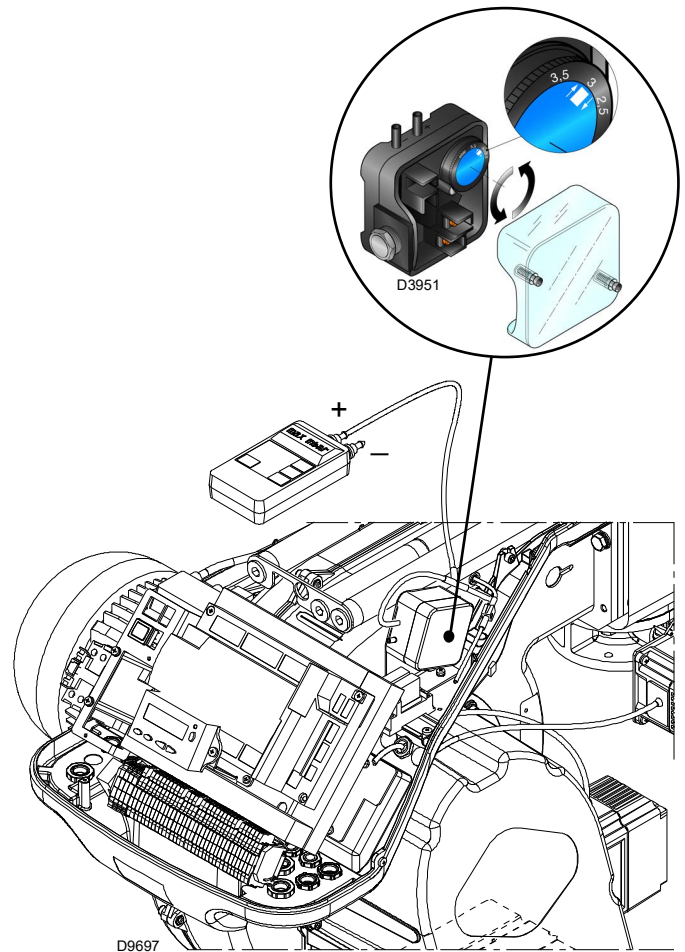

Abb. 29
- Regeln Sie den Luftdruckwächter (Abb. 29 auf Seite 33) auf den Skalenanfang.
Die Einstellung des Luftdruckwächter (Abb. 29) nach Durchführung aller anderen Einstellungen des Brenners mit auf erster Stufe eingestelltem Luftdruckwächter ausführen.
Nimmt der Brenner erneut eine Störabschaltung vor, den Drehgriff weiter geringfügig im Uhrzeigersinn drehen. Während dieser Arbeitsgänge kann es nützlich sein, einen Druckmesser zum Messen des Luftdrucks zu verwenden. Der Anschluss des Druckmessers ist in Abb. 29 angeführt.
Bei einigen Anwendungen mit starkem Unterdruck verhindert der Anschluss des Druckwächters dessen Umschalten. In diesem Fall ist es notwendig, den Druckwächter differential anzuschließen, indem eine zweite Leitung zwischen Luftdruckwächter und Saugleitungsöffnung des Gebläses angebracht wird. Dann muss auch der Druckmesser differential angeschlossen werden, d.h. wie in Abb. 29 gezeigt.